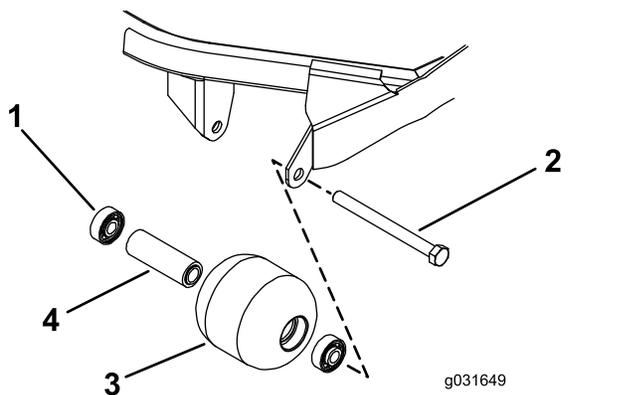

Figura 75
- Rimuovete il bullone di montaggio del rullo (Figura 75).
- Verificate la presenza di eventuali danni sull'alloggiamento, sui cuscinetti e sul distanziale del cuscinetto del rullo (Figura 75).
- Premendo soltanto sulla pista esterna o, in misura uguale, sulla pista interna ed esterna, spingete il primo cuscinetto nell'alloggiamento del rullo (Figura 75).
- Inserite il distanziale (Figura 75).
- Premendo soltanto sulla pista esterna o, in misura uguale, sulla pista interna ed esterna, spingete il secondo cuscinetto nell'alloggiamento del rullo fino a quando non è a contatto con il distanziale (Figura 75).